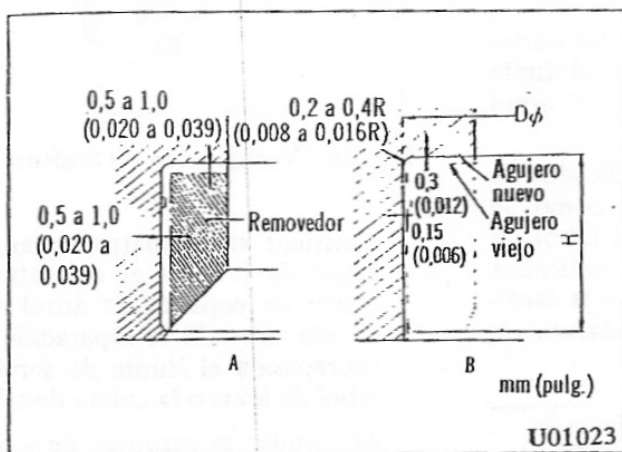

Fig. 23 Cambio de anillo de asiento
- Luego de desmontar el asiento de válvula, ensanchar los agujeros de asiento de válvula en la culata de cilindros con el cortador o el ensanchador al siguiente sobretamaño tal como se puede apreciar en B de la Fig. 23. El centro del agujero de asiento de válvula deberá quedar alineado con el centro de la guía de válvula.